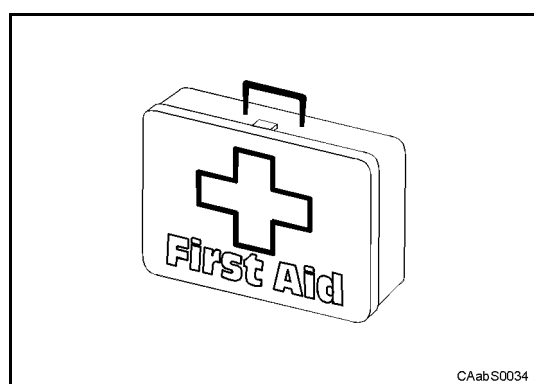

Fig. 9
- 10** Predisporre sempre le dotazioni di pronto intervento previste dalla normativa di sicurezza per gli ambienti di lavoro, come la cassetta di pronto soccorso (Fig. 9).
- 10** Predispose always the first aid equipment in agreement with the working environments regulations, like the first aid kit (Fig. 9).